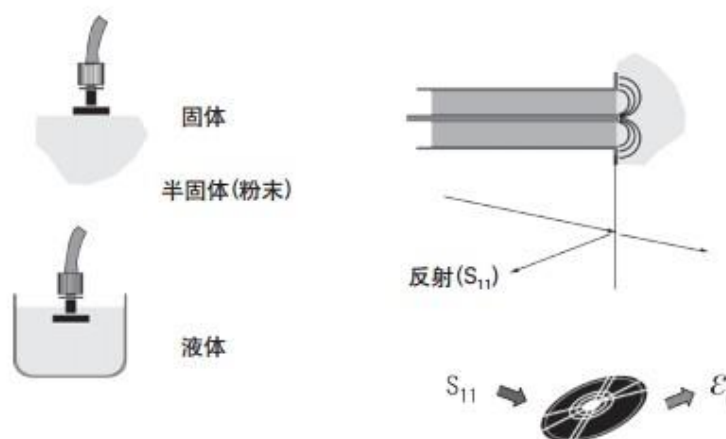

图 1.同轴探头法
3. 掌握同轴探头法测量不同液体的宽带介质常数和电导率的原理和方法：如图 1 所示，同轴探头是传输线截断后的一部分，通过将探头浸入液体的平坦表面，对液体进行测量。探头上的场将"边缘"送入液体中，随着它们与液体的接触而缓慢发生变化。通过测量液体的反射信号 S_{11} ，根据它们与介质常数的关系推算出介质常数的值。